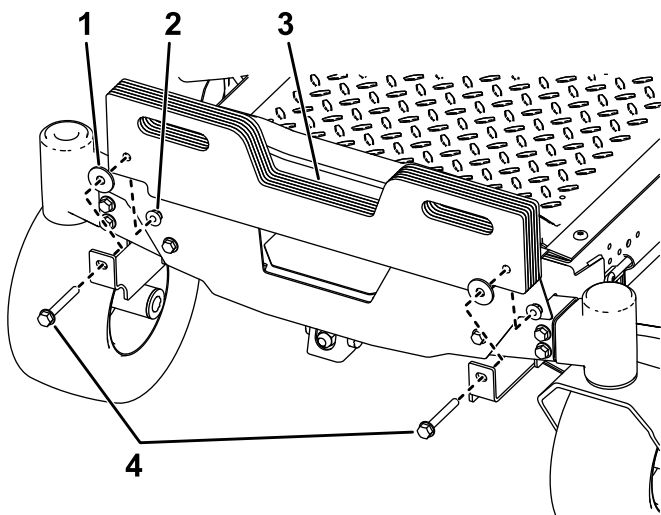

**Figura 4**
1. Montirajte montažne nosače tegova ispod bokova rama pomoću 2 zavrtnja ( $\frac{3}{8} \times 1''$ ) i 2 kontranavrtke ( $\frac{3}{8}''$ ) kao što je prikazano na Figura 4.